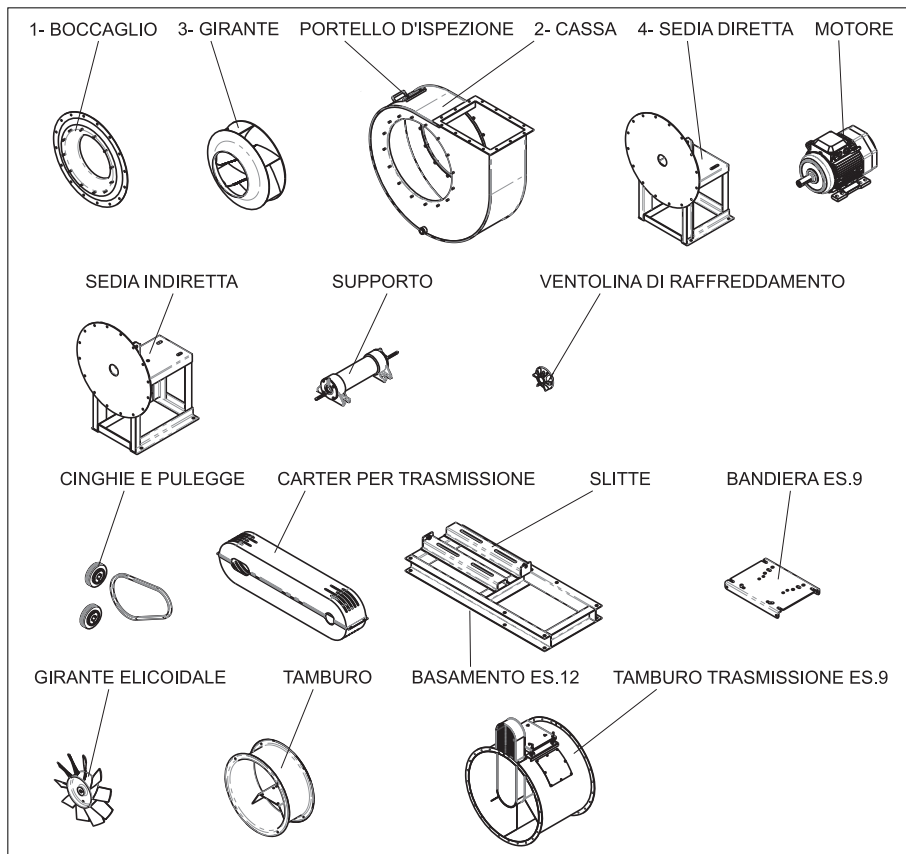

FIG. 12 (Ventilatori centrifughi e assiali)
4.3- Imballo (FIG. 12)
- 1) Boccaglio (FIG. 12 - Rif. 1).
- 3) Cassa (con guarnizione) (FIG. 12 - Rif. 2).
4) Girante (**FIG. 12 - Rif. 3**).
6) Sedia (**FIG. 12 - Rif. 4**) e sacchetto viti.